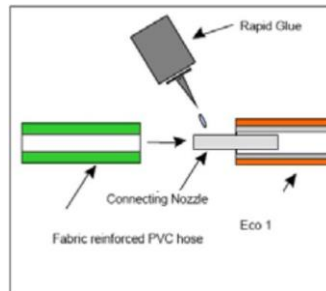

Рис. 2
- быстросхватывающийся клей наносится на вторую половину соединительной трубки. Армированная трубка из ПВХ (зелёная и прозрачная) надевается на соединительную трубку. (рис. 2)